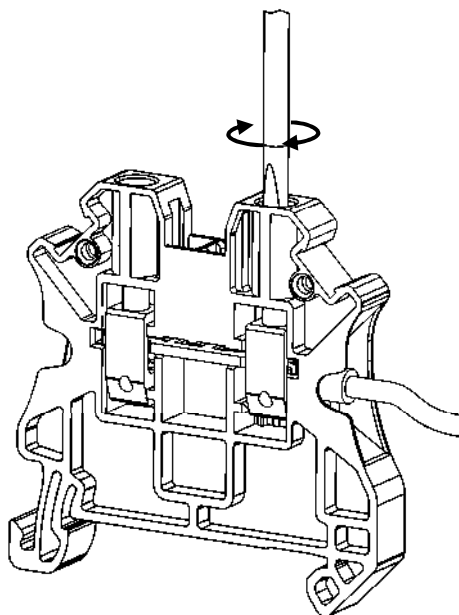

Рисунок 26 – фиксация проводника в точке подключения винтовых клемм
- Закручивая винт отверткой по часовой стрелке, затяните винт до момента фиксации проводника в точке подключения с соблюдением рекомендованного момента затяжки (рис. 26).